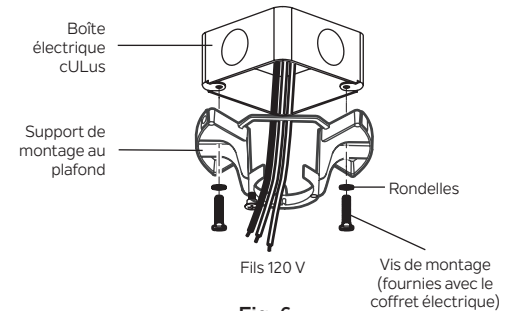

Fig. 6
**Étape 3.** Faites passer les fils d'alimentation de 120 volts du boîtier de sortie au plafond par le centre du support de montage au plafond. (Fig. 6)
**Étape 4.** Installez le support de montage sur le boîtier de sortie au plafond à l'aide des vis et rondelles fournies avec le boîtier de sortie. (Fig. 6)